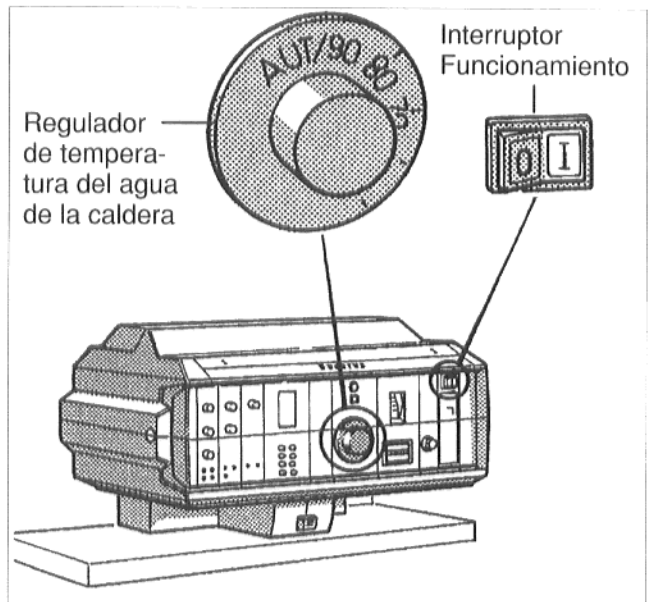

fig. 2
- Poner el interruptor para el funcionamiento (fig. 2) en posición I (CON.).
- Ajustar el regulador de temperatura del agua de la caldera (fig. 2) a la temperatura deseada. En la "regulación Ecomatic", poner en posición "AUT".
- Poner el interruptor para el funcionamiento (fig. 2) en posición 0 (DESC.).